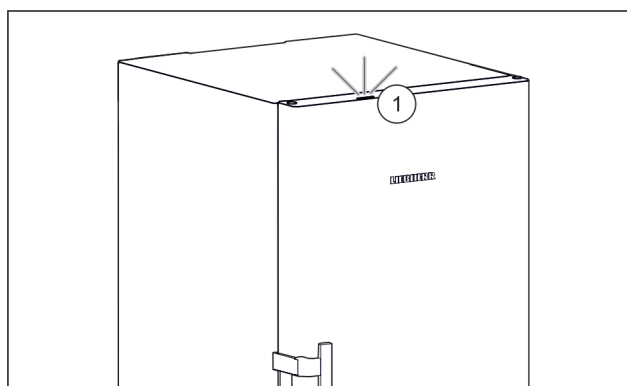

Fig. 51 Tilavallo päällä, kun ovi on kiinni
- ▷ Tilavallo Fig. 51 (1) on aktivoitu.